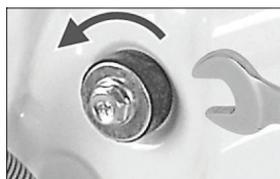

Рис. 1
- шланг подачи воды, 1 шт. (рис. 1);
1. Открутите все 4 транспортировочных болта «А» с помощью гаечного ключа (в комплекте) и извлеките их (рис. 1).